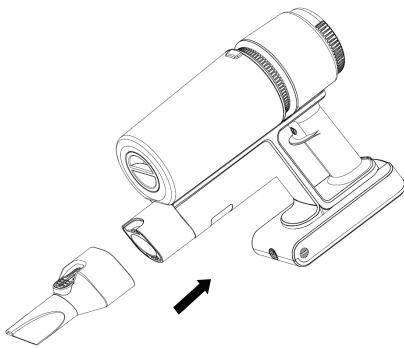
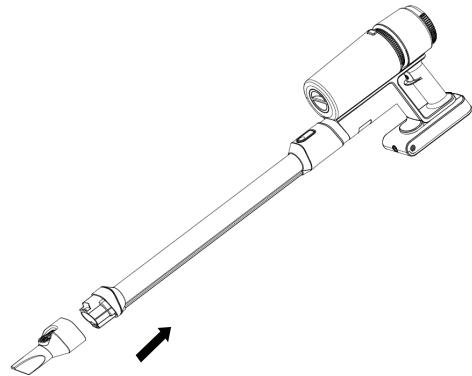
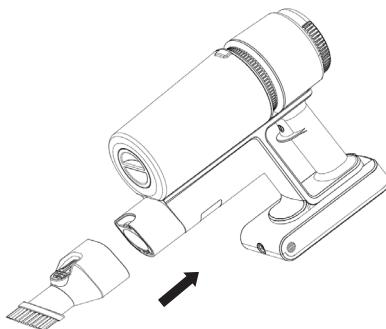
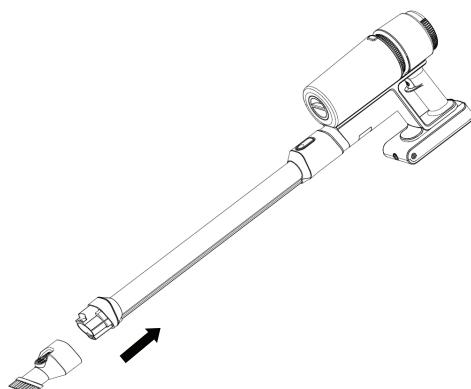

Рис. 12
Рис. 13
Рис. 14
Рис. 15
- Подсоедините щелевую/круглую насадку напрямую к разъёму на корпусе пылесоса (Рис. 12 и Рис. 14) или к трубке всасывания (Рис. 13 и Рис. 15) до щелчка. Используйте насадки для очистки труднодоступных мест и поверхностей (углы, отопительные батареи, плинтусы, щели между подушками диванов и кресел и т. д.), а также для очистки стойких пятен и пыли.